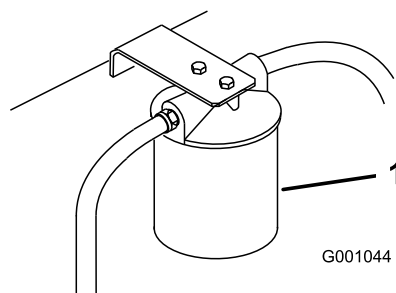

Figure 73
3. Placez un bac de vidange sous le filtre, déposez le filtre usagé et essuyez la surface du joint de l'adaptateur (Figure 73).